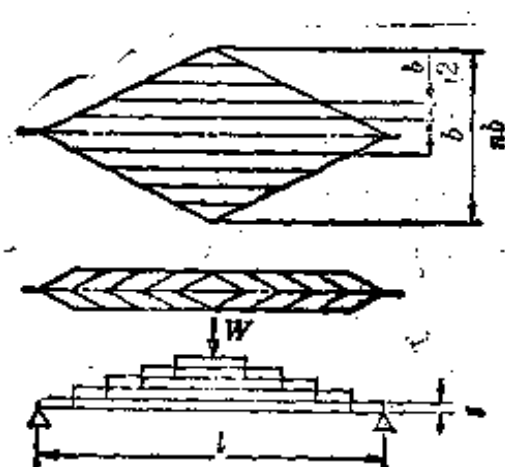

图3.25 叠板弹簧 (1)
叠板弹簧如图3.25所示，它是由纵向平板重叠而成的等强度梁。用簧箍箍紧，设簧箍的宽度为 e ， $l' = l - 0.6e$ (mm)，用 (4) 式计算时以 l' 代替 l 。